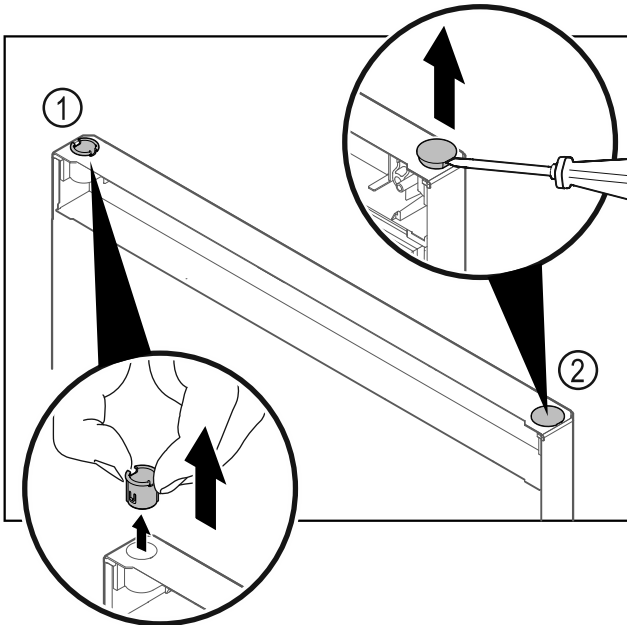

Fig. 29
- Pouzdro závěsu Fig. 29 (1) vytáhněte prsty.
- Krycí zátka Fig. 29 (2) opatrně nadzvedněte plochým šroubovákem a vytáhněte.